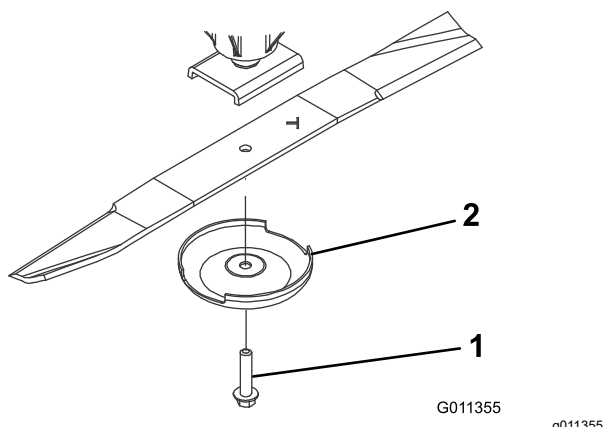

Figura 72
- Sujete el extremo de la cuchilla con un trapo o un guante con acolchado grueso y retire el perno de la cuchilla, el protector del césped y la cuchilla del eje (Figura 72).
4. Utilice el protector de césped y el perno de la cuchilla para instalar la cuchilla con la vela hacia la carcasa de corte (Figura 72).